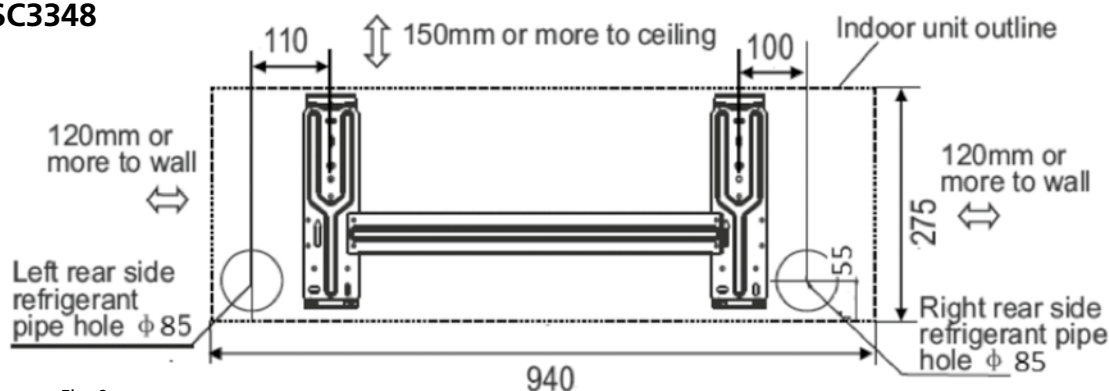
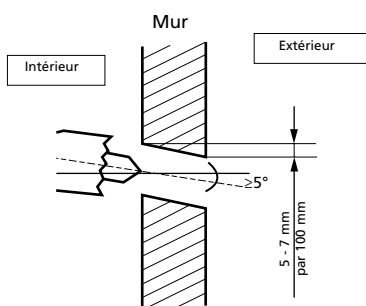

Fig. 9
Fig. 10
- Déterminer la position des trous en fonction du diagramme illustré à la Fig. 9. Percer un trou (≥ 85 mm pour modèles SC 33xx et ≥ 65 mm pour modèles S 33xx) en inclinant légèrement vers le bas (côté extérieur) afin d'éviter la pénétration d'eau vers l'intérieur (fig. 10).